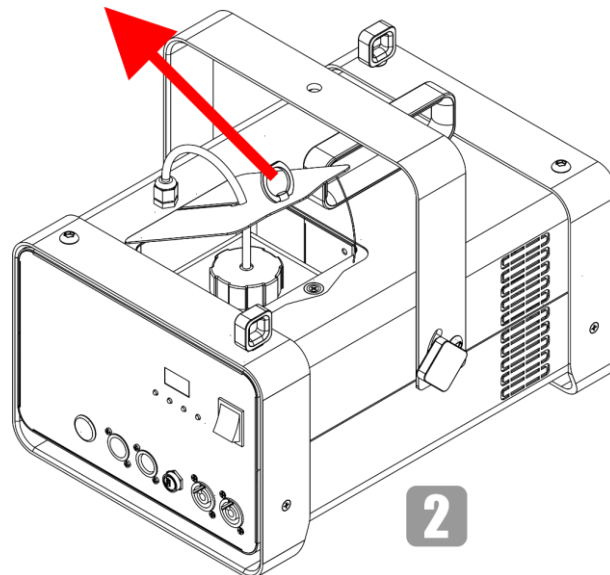

Fig. 22
- 02) Aprire il coperchio di servizio, come mostrato nella Fig. 22.